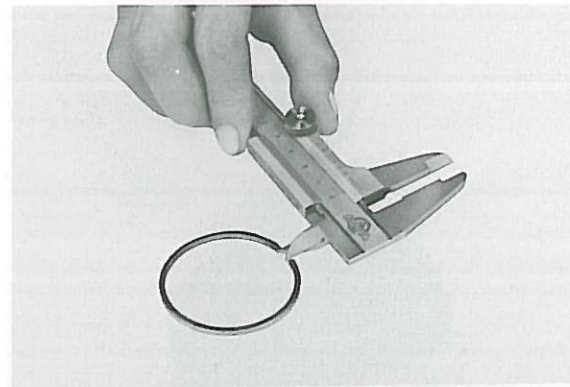

Fig. 3-3-14
2. Measure ring end gap in free position. If beyond tolerance, replace set. (Fig. 3-3-14)
2. Mesurer la fente des segments libres. Si elle dépasse la tolérance, remplacer le jeu de segments. (Fig. 3-3-14)
2. Ringspalt des ungespannten Ringes messen. Falls er außerhalb der Toleranz liegt, Satz ersetzen. (Fig. 3-3-14)